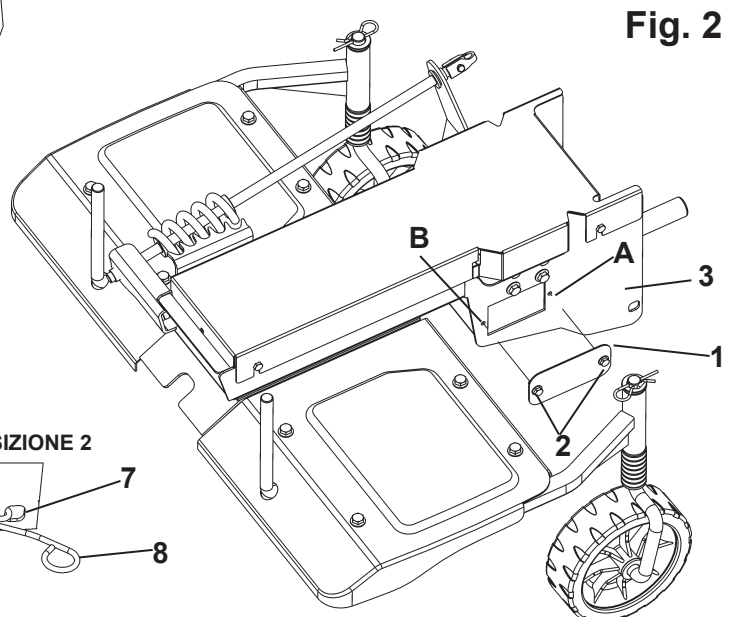

Fig. 2
MONTAGGIO COPERCHI LATERALI (Fig.2): prelevare dalla busta accessori i coperchi laterali (1) con le viti (2) già montati su di essi, ed avvitarli al telaio della spazzola (3) utilizzando i rispettivi fori (A) e (B).
HOW TO ASSEMBLE THE SIDE COVERS (Fig. 2): take the side covers out from the fittings envelope (1) with the screws (2) which have already been assembled on the covers and screw them to the brush frame (3) using the corresponding slots (A) and (B).
MONTAGE DER SEITENABDECKUNGEN (Abb.2): Aus dem Zubehörbeutel die Seitenabdeckungen (1) mit den bereits montierten Schrauben (2) herausnehmen und am Rahmen der Kehrwalze (3) in den Bohrungen (A) und (B) festschrauben.
MONTAGE DES COUVERCLES LATÉRALES (fig 2) : enlever de l'enveloppe accessoire les couvercles latéraux (1) avec les vis (2) qui sont déjà montés et les visser au châssis du balai (3) utilisant les trous (A) et (B).